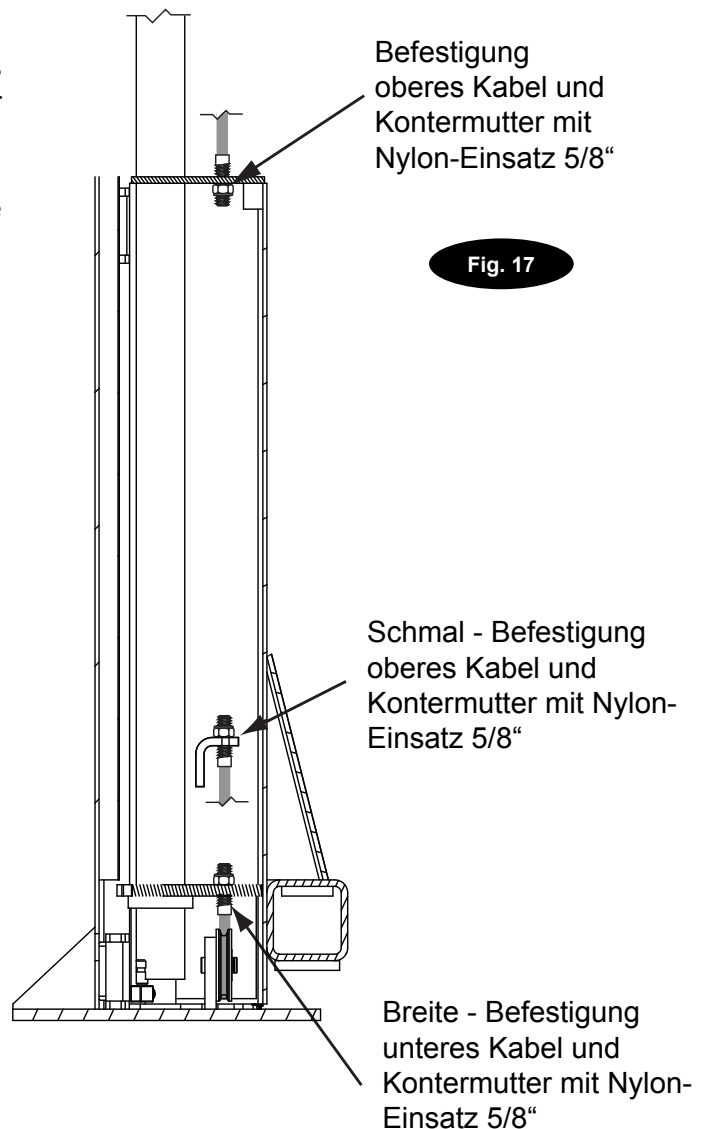

Fig. 17
- B) Zuerst ein Kabelende nach oben durch die kleine Bohrung in der Befestigungsplatte (Abb. 17) ziehen (bei einer breiten und standardmäßigen Hebebühnenraum die Seile absenken).
- E) Das Kabel wieder nach unten ziehen (Abb. 17).
- H) Das Kabelende an der oberen Befestigungshalterung des Schlittens befestigen (Abb. 17). Die Sicherungsmutter ausreichend festziehen.